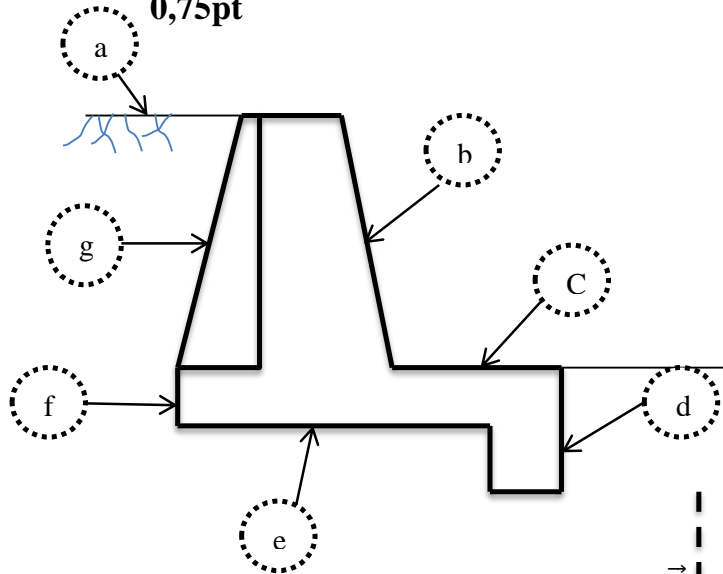

Figure 1 : MUR CANTILEVER
Le dessin de la figure 1 représente la coupe transversale d'un mur cantilever.
**I-3-** Donner les différentes parties de ce mur telles que repérées sur la figure 1